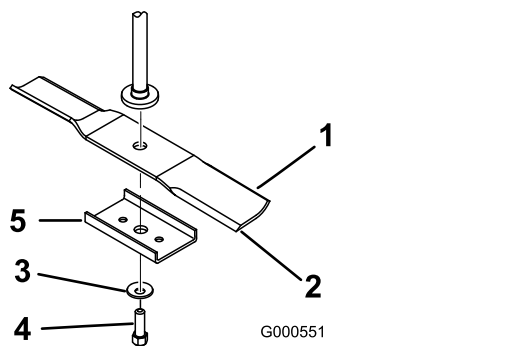

Figura 48
2. Retire del eje el perno de la cuchilla, la arandela curva y la cuchilla (Figura 48).
2. Instale la arandela curva (con la copa hacia la cuchilla) y el perno de la cuchilla (Figura 48).
1. Instale la cuchilla en el eje (Figura 48).